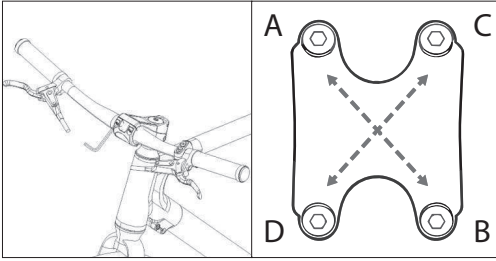

Figure 1-5
- Poussez le guidon à gauche et à droite pour le centrer ; tournez-le légèrement de manière à ce que les leviers de frein soient onduité vers le bas. Ensuite, serrez progressivement les vis dans une onduité A-B-C-D, comme indiqué dans la [Figure 1-5].